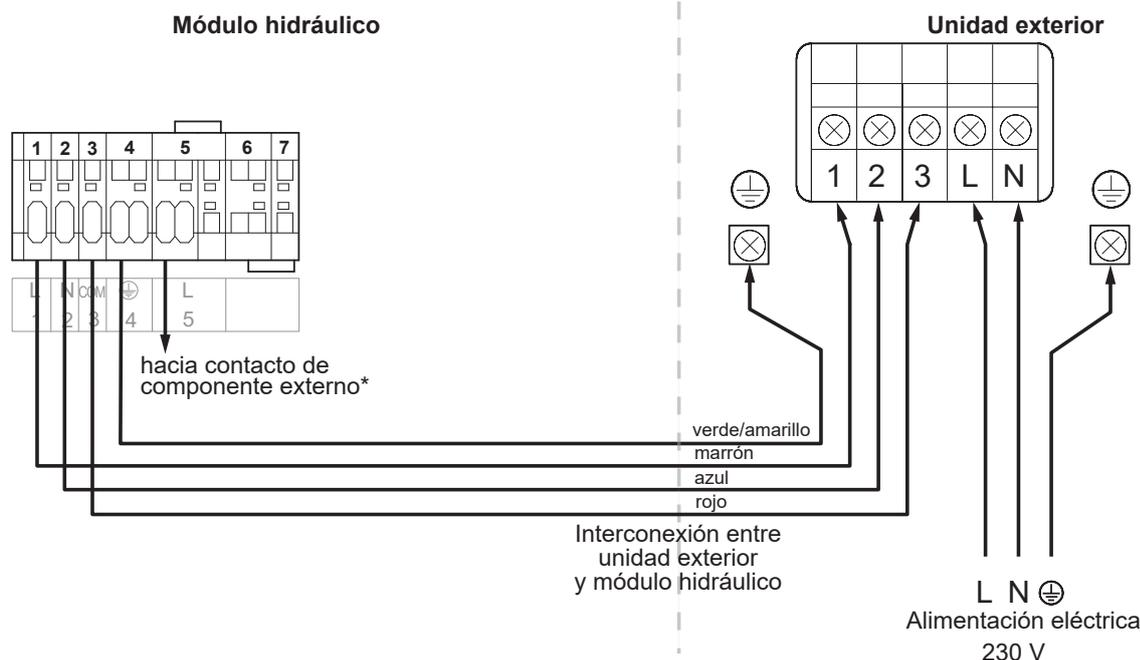

fig. 33 - Conexiones a las regletas y relés de potencia
- Realice las conexiones según el esquema *fig. 33, página 40*.
- Realice las conexiones según el esquema fig. 33.